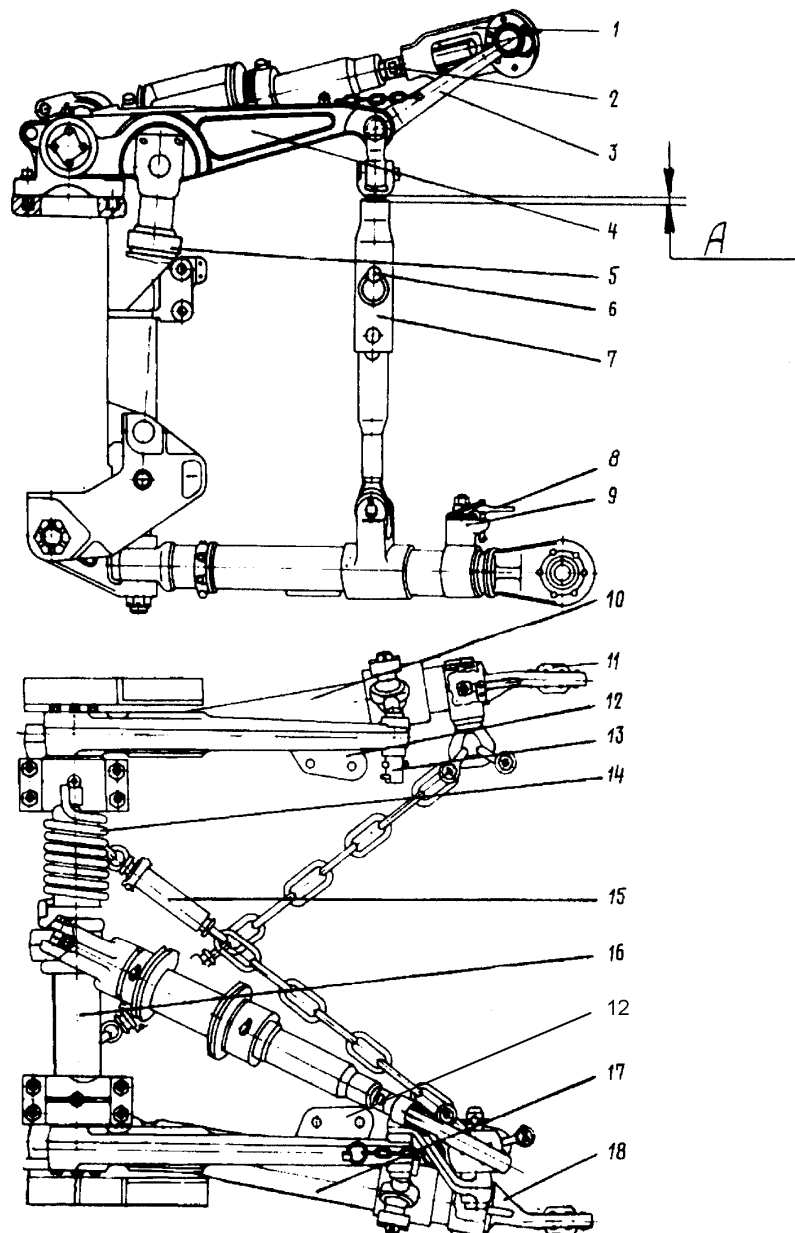

Рис. 72. Навесное устройство
- а) установите навешиваемую машину в рабочее положение на ровной площадке и подъезжайте плавно задним ходом так, чтобы задние шарниры 11 (рис. 72) выдвигных тяг 18 подошли к пальцам на раме машины;
**Гидрофицированный крюк** (рис. 59) обеспечивает соединение трактора с транспортными и транспортно-технологическими средствами. Соединение посредством гидрокрюка, устанавливаемого на площадках 12 (см. рис. 72) навесного устройства, производится следующим образом:
Прицепная скоба устанавливается в шарниры 11 (см. рис. 72) нижних тяг 10, 17 навесного устройства и крепится чеками. При этом длина вертикальных раскосов должна быть отрегулирована таким образом, чтобы пальцы, соединяющие наружную и внутреннюю трубы, проходили через нижнее отверстие наружной трубы и верхнее отверстие внутренней трубы. Она устанавливается на высоте 400—500 мм от поверхности грунта до нижней плоскости зева скобы.